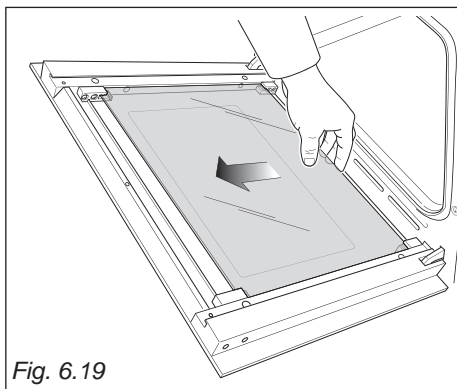

Fig. 6.19
- Forsigtigt løsnes det midterste glas i bunden, ved at flytte det som vist på Fig. 6.19.